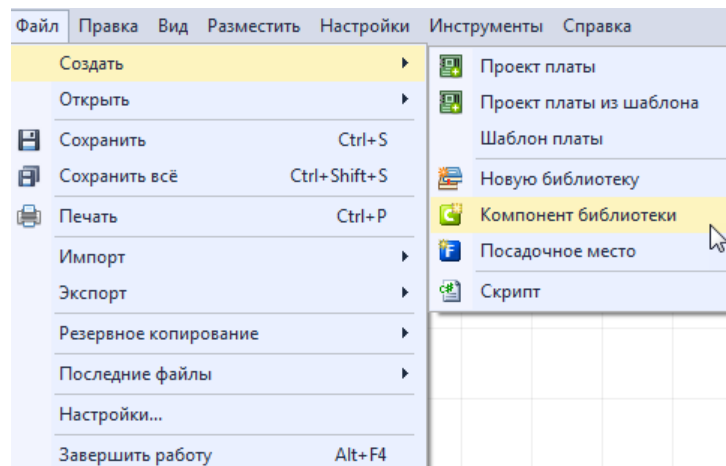

Рис. 204 Запуск создания компонента с помощью главного меню
6. Перейти в раздел «Файл» главного меню, открыть выпадающий список «Создать» и воспользоваться пунктом «Компонент библиотеки» (Главное меню > Файл > Создать > Компонент библиотеки), см. Рис. 204.